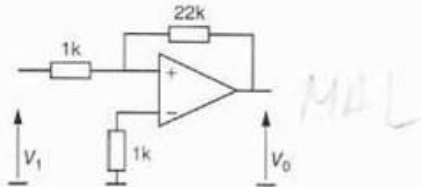

Fig. 9.32. Amplificador inversor con un operacional.
1. Monta sobre la placa BOARD el circuito del amplificador operacional (Fig. 9.32).